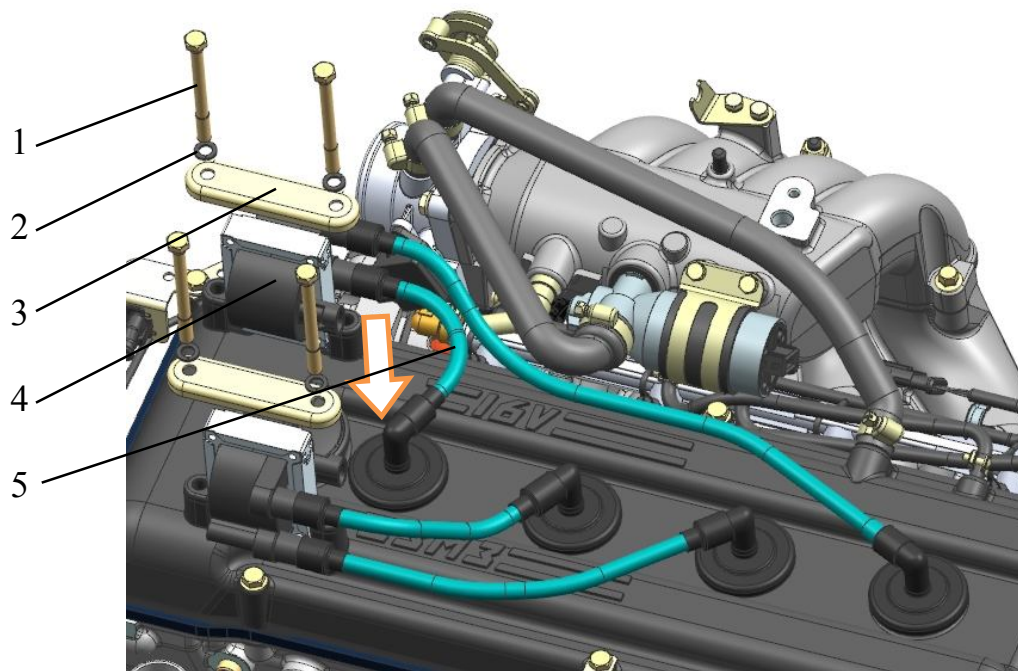

Рис.218. Установка катушек зажигания:
**15.** Установить катушки зажигания 4 (рис.218) на крышку клапанов и закрепить болтами 1 с планками 3 и пружинными шайбами 2, завернув болты моментом 5,9...8,8 Н·м (0,6...0,9 кгс·м).
Вставить в гнезда катушек высоковольтные провода 5 в последовательности, показанной на рис.218.